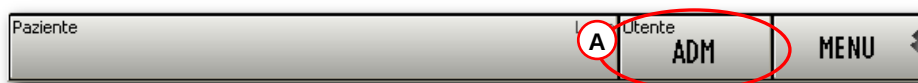
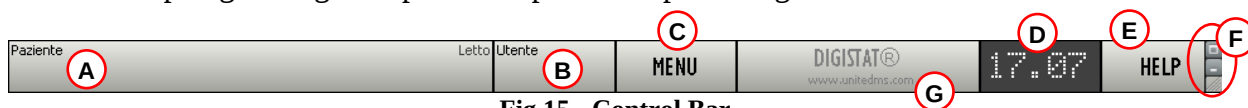

Fig 8 – Utente Connesso
Fig 15 - Control Bar
Una volta effettuato l'accesso una sigla corrispondente all'utente connesso appare sul pulsante **UTENTE** della barra di controllo (la sigla è "ADM" in Fig 8 A).
- Il pulsante **PAZIENTE** (Fig 15 A) riporta, quando un paziente è selezionato, il nome del paziente selezionato. Se il paziente è ammesso il pulsante riporta anche il numero del letto in cui lui/lei si trova.
- Il pulsante **UTENTE** (Fig 15 B) riporta la sigla corrispondente all'utente connesso. Si veda la Fig 8.
- Il pulsante **MENU** (Fig 15 C) permette di aprire il menu principale DIGISTAT® (Fig 16).
- Il display illustrato in Fig 15 **D** mostra alternativamente l'ora e la data correnti.
- Il pulsante **HELP** (Fig 15 **E**) permette di accedere alla documentazione in linea esistente.
- I tre pulsanti evidenziati in Fig 15 **F** permettono di:
- Il pulsante che riporta il nome DIGISTAT® e l'indirizzo web di UMS srl (Fig 15 **G**) viene usato da alcuni moduli per segnalare la presenza di avvertimenti o allarmi nel sistema. Questa funzione è spiegata contestualmente al modulo specifico.
Il pulsante  su Control Bar (Fig 15 E) permette di accedere alla documentazione disponibile in linea. Dopo aver cliccato il pulsante, si apre la pagina mostrata in Fig 23.